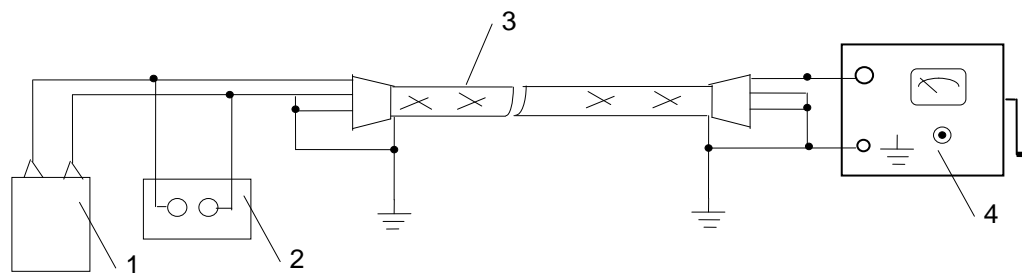

Рис. 8.1 Схема присоединения аппарата АШИК при проверке:
7.1.11 При проверке кабеля длиной менее 5 м необходимо включать в схему разрядник и конденсатор по схеме на рис. 8.1.
8.2 Для проверки аппарат присоединяют кабелем длиной 2-3 м к конденсатору и разряднику. Схема присоединения аппарата показана на рис.8.1. Конденсатор, имитирующий кабельную линию, должен быть емкостью 0,2 мкФ, номинальное напряжение не ниже 18 кВ. Допускается использовать конденсаторную батарею, например, из трех последовательно соединенных конденсаторов типа КМ 6,3-13. Разрядник, образующий пробой, должен быть регулируемым на напряжение до 25 кВ и соответствовать ГОСТ 17512-82.